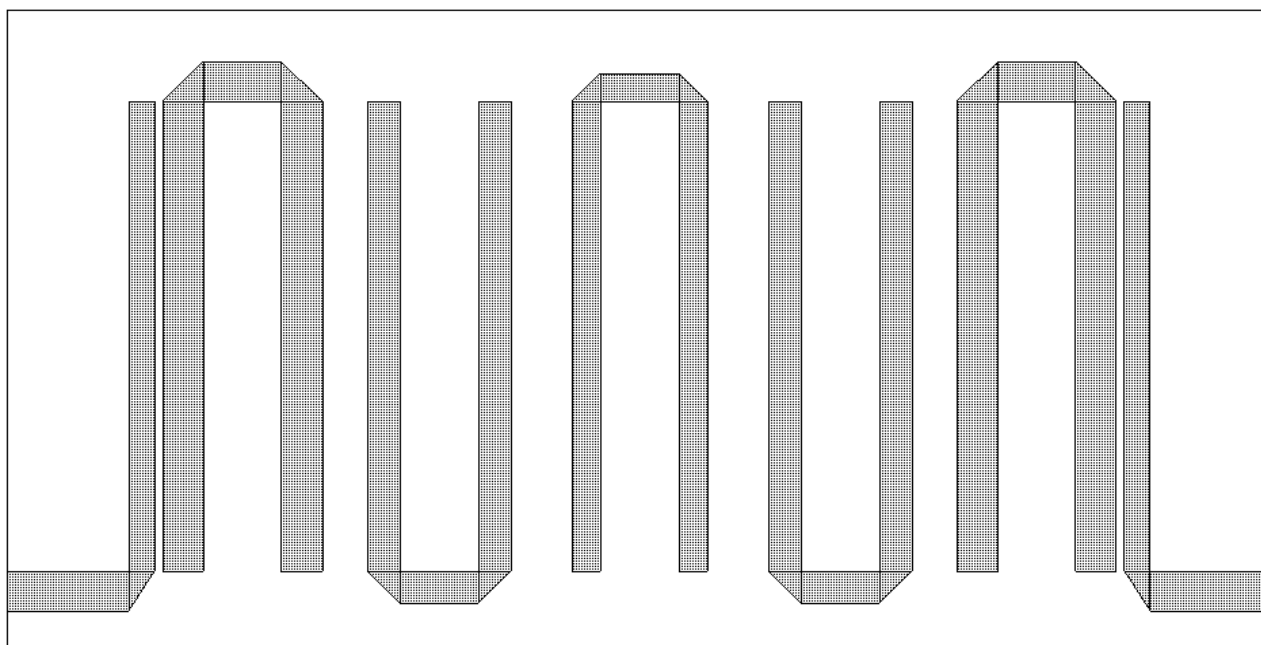

Рис. 4.89
11. Аналогично отредактируйте выходной проводник. Топология будет выглядеть, как показано на рис. 4.89.